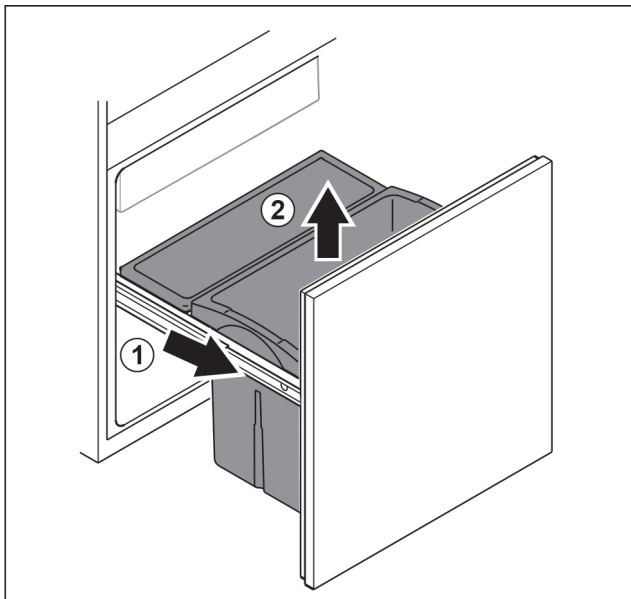

Fig. 87
- ▶ Auszugswagen bis zum Anschlag herausziehen. Fig. 87 (1)
- ▶ Schubfach nach oben entnehmen. Fig. 87 (2)